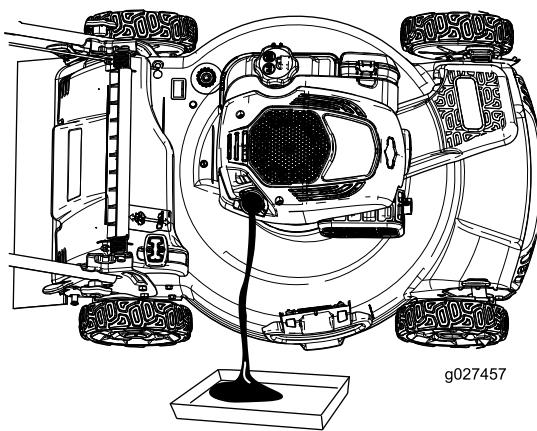

Figura 32
5. Ponga la máquina de lado con el filtro de aire hacia arriba para drenar el aceite usado a través del tubo de llenado de aceite (**Figura 32**).